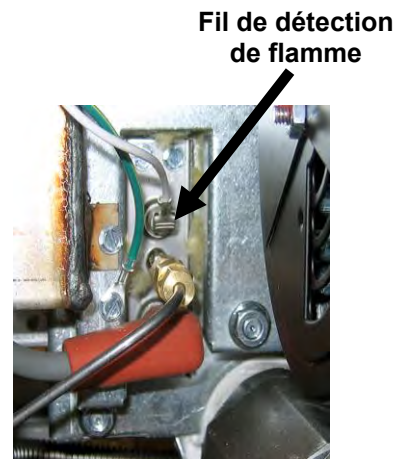

Figure 1
2. Débrancher le fil de détection de l'un des allumeurs du brûleur (voir Figure 1) et le brancher sur le fil positif du multimètre. Brancher le câble négatif du multimètre à la borne du fil de détection qui a été retiré.